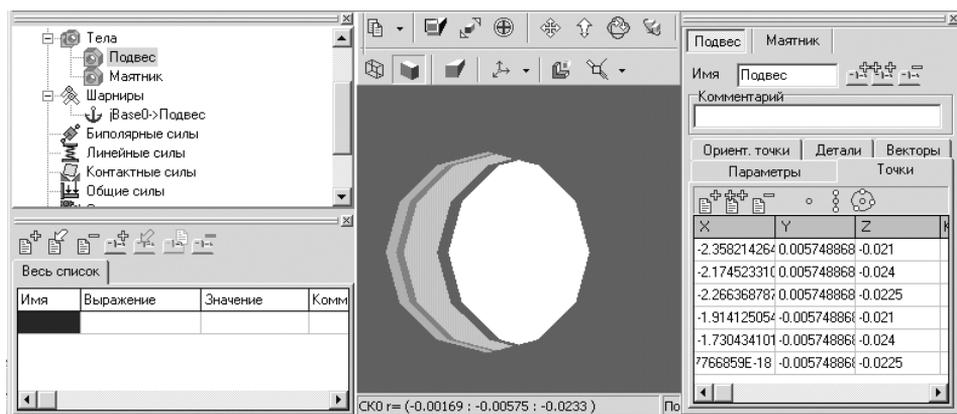

Рис. 1.26. Результат создания промежуточных и искомых точек связи
- результаты получения нужных нам точек представлены на рис. 1.26.